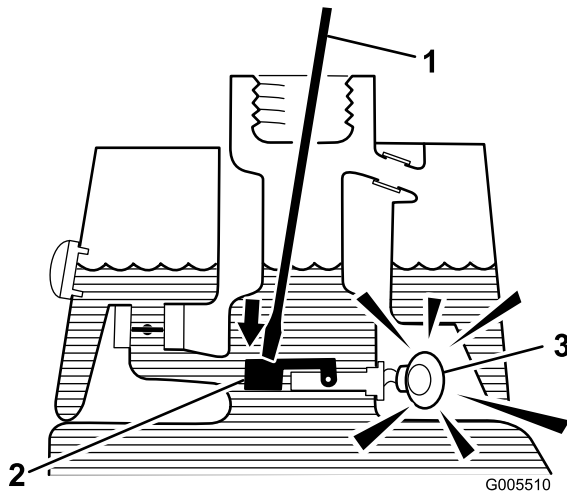

図 26
- 汚れのない棒やドライバを差し込んで、フロートを軽く押さえてやる **図 26**。秒後にアラームが鳴れば正常である。